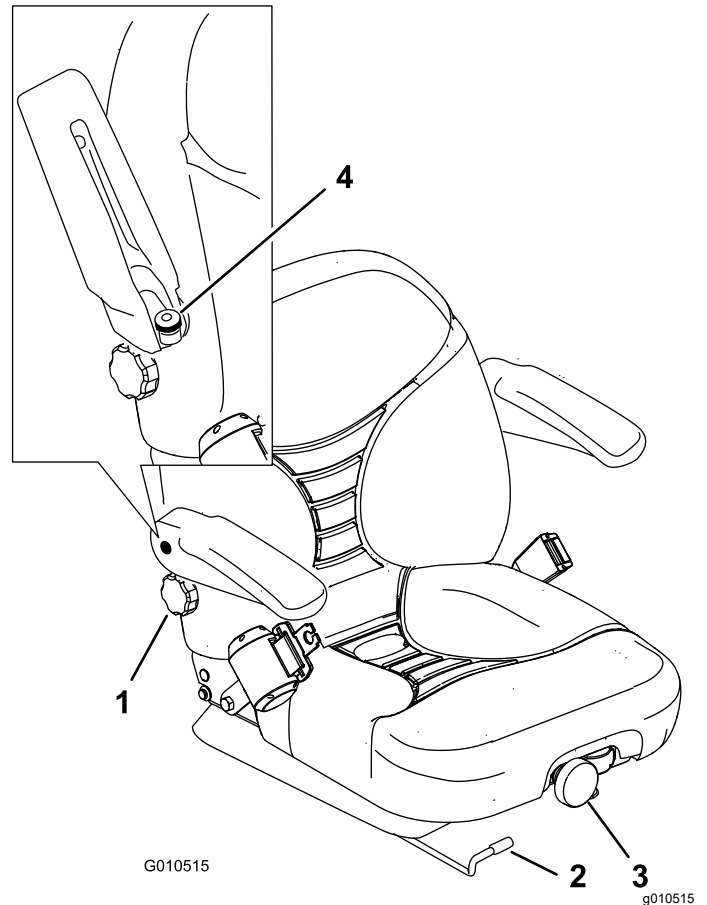

Figure 29
1. Poussez le levier sur le côté pour débloquer le siège (Figure 29).
Pour ce faire, tournez le bouton avant dans un sens ou dans l'autre pour obtenir la position la plus confortable (Figure 29).
Pour ce faire, tournez le bouton situé sous l'accoudoir droit dans un sens ou dans l'autre pour obtenir la position la plus confortable (Figure 29).
Relevez l'accoudoir et tournez le bouton dans un sens ou dans l'autre pour obtenir la position la plus confortable (Figure 29).